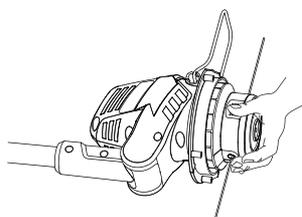

Fig. 27
- > Appuyez simultanément sur les deux ergots de verrouillage situés de part et d'autre de la tête de coupe (Fig. 27).